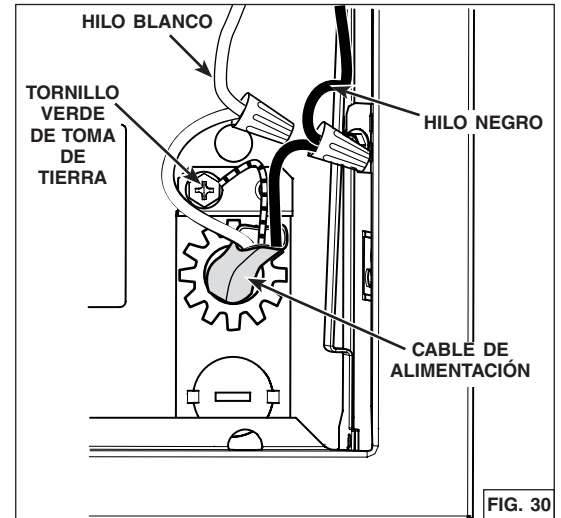

FIG. 30
1. Usando capuchones de conexión adecuados (no incluidos), conectar los hilos del cable de alimentación a los hilos de la campana como sigue: el hilo NEGRO al hilo NEGRO, el hilo BLANCO al hilo BLANCO y el hilo VERDE o pelado al tornillo VERDE de toma de tierra (FIG. 30).